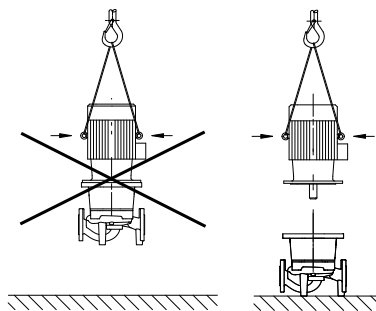

Fig. 20: Trasporto del motore
- **Utilizzare gli occhioni di sollevamento del motore solo per sostenere il carico del motore stesso e non quello dell'intera pompa (fig. 20).**